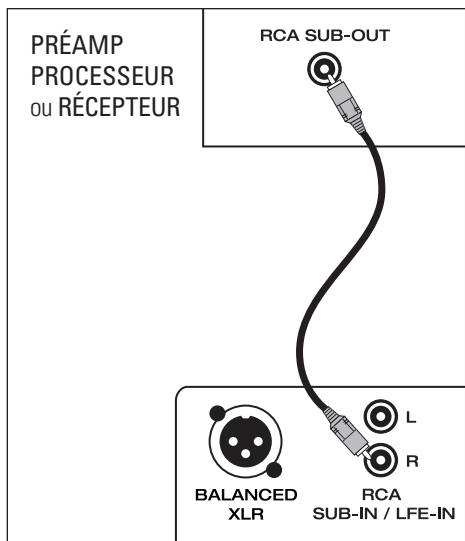

Fig. 10a
**Entrée RCA niveau de ligne** (Figs. 10a et 10b)
1. **Entrée Mono (gauche, droite ou Sub-Out)** se branche à partir de la sortie RCA (S/E) Sub/LFE de votre préamplificateur/processeur, récepteur audiovisuel ou de toute autre source de bas niveau appropriée (Fig. 10a).